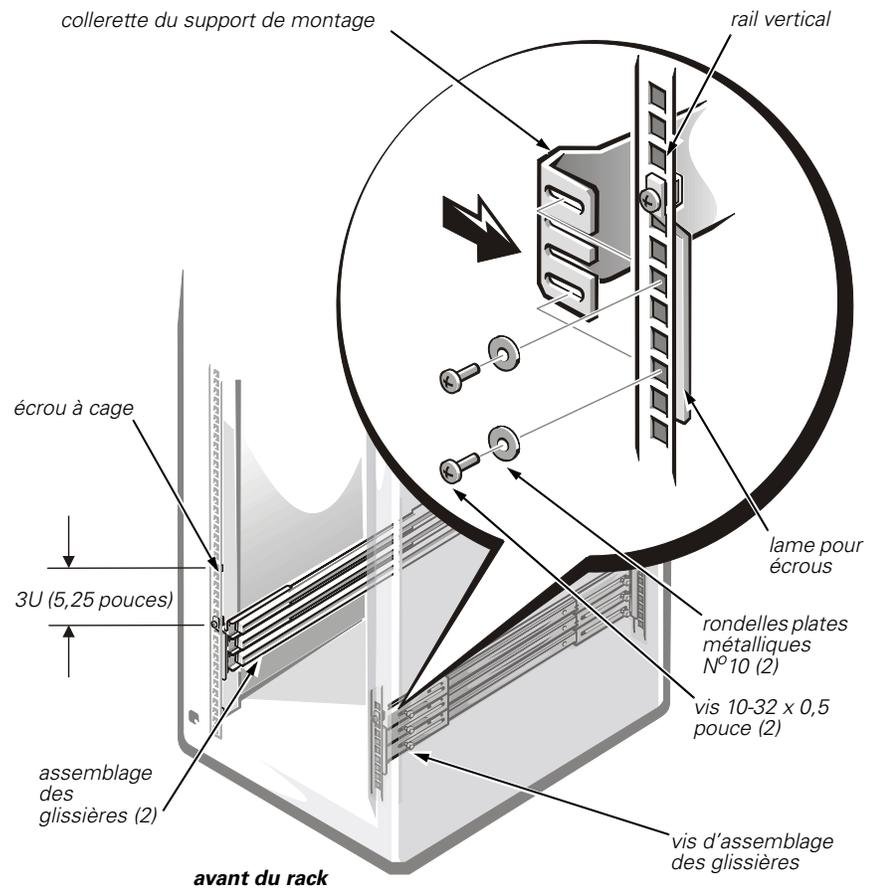

Figure 6. Installation des assemblages des glissières
3. Avec un tournevis cruciforme, dégagez légèrement la vis de l'assemblage des glissières qui retient le support de montage de l'assemblage des glissières à la glissière extérieure (voir la figure 6).
- a. Insérez la collerette du support de montage de la glissière entre la lame pour écrous et le rail vertical du rack, comme montré à la figure 6.
- b. Positionnez le support de montage à l'arrière de l'assemblage des glissières de façon à ce que ses quatre emplacements soient alignés avec les quatre trous de la lame pour écrous (voir la figure 6). Fixez le support de montage avec deux vis cruciformes 10-32 x 0,5 pouce et deux rondelles plates métalliques N° 10 qui se trouvent en haut et en bas des quatre trous. *Ne serrez pas* complètement les deux vis de montage tant que vous n'avez pas installé l'ordinateur et vérifié que la largeur entre les assemblages des glissières est correcte.
6. Installez deux écrous à cage 10-32 en face de chaque rail vertical pour les vis à ailettes des adaptateurs de rack (voir la figure 6).